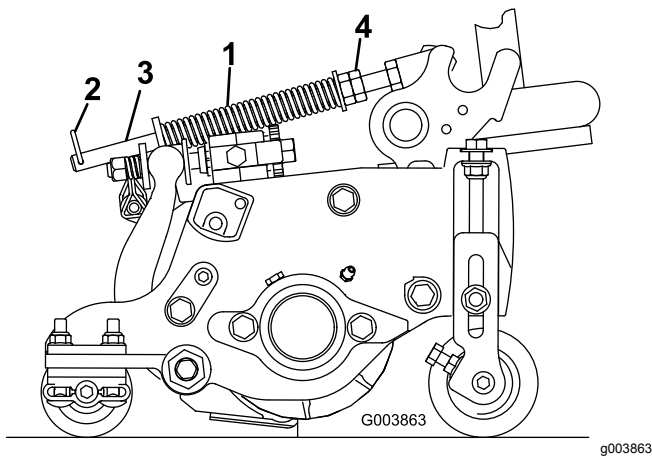

Figura 17
El muelle de compensación del césped (Figura 17) transfiere el peso del rodillo delantero al trasero. Esto ayuda a reducir el patrón de ondulación en el césped.
1. Asegúrese de que el pasador de horquilla está instalado en el taladro del extremo de la varilla del muelle (Figura 17).
2. Apriete las tuercas hexagonales del extremo delantero de la varilla del muelle hasta que la longitud comprimida del muelle sea de 12,7 cm en unidades de corte de 12,7 cm, o de 15,9 cm en unidades de corte de 17,8 cm (Figura 17).